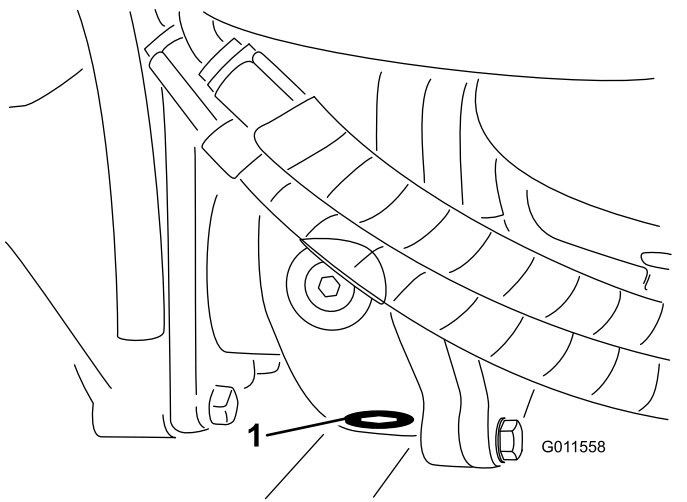

図 110
5. ギアボックスの底面にあるドレンプラグの周辺をウェスできれいにする 図 110。